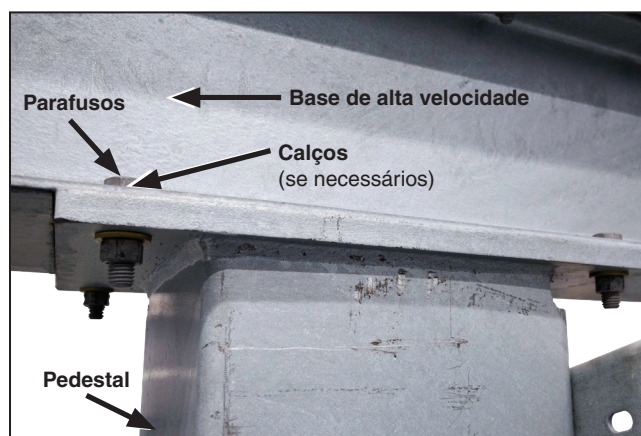

Figura 6. Coloque calços sob a base de alta velocidade para vãos maiores que $\frac{1}{8}$ de polegada.
PASSO 4. Aparafuse a base de alta velocidade aos pedestais de forma segura. O fornecimento inclui calços, que podem ser instalados se necessário entre a base de alta velocidade e os pedestais para compensação de quaisquer irregularidades maiores que 3 mm ($\frac{1}{8}$ de polegada) entre as superfícies em contato. Ver Figura 6.